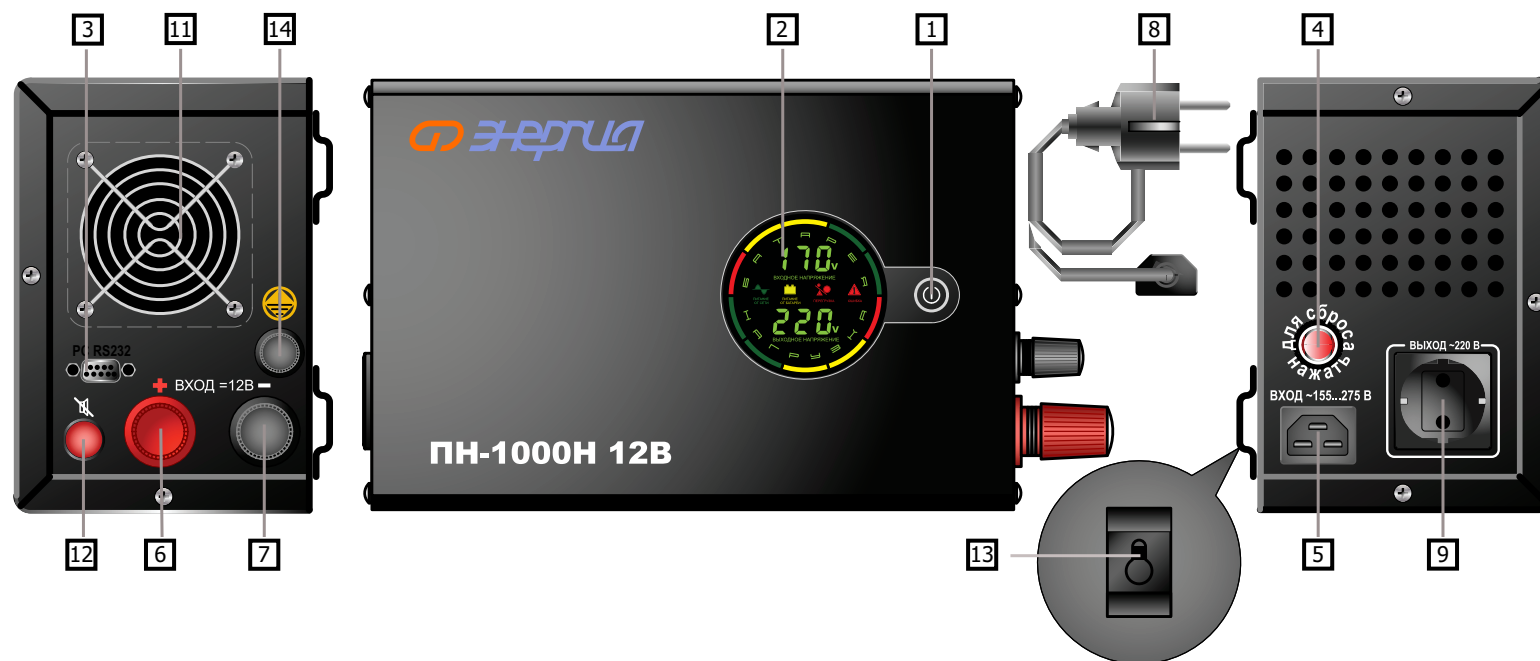
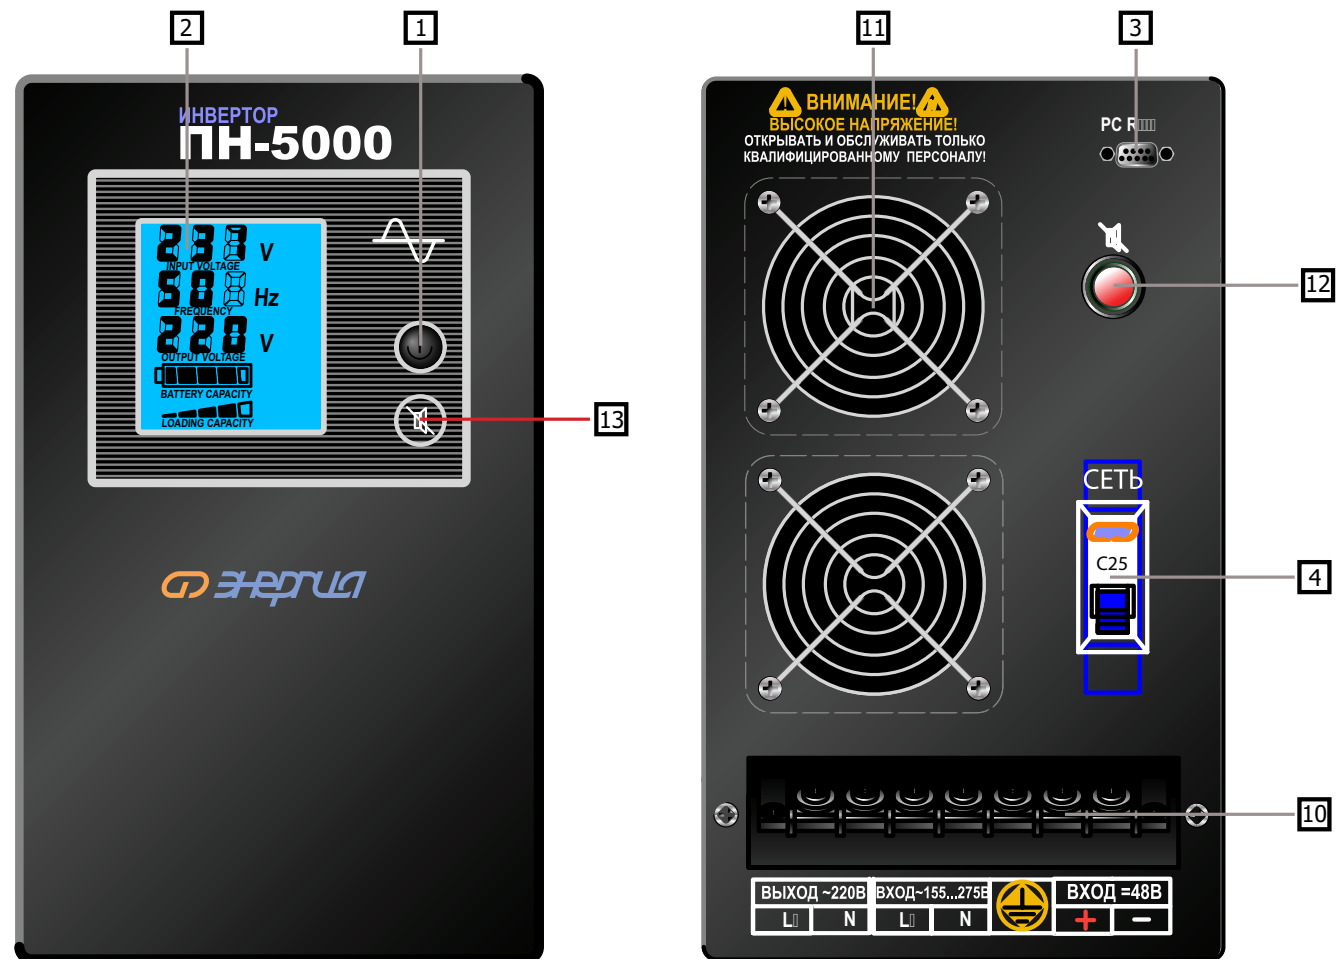

Рис. 1
Рис. 3
#### 4.1. Перечень составных частей изделия (рис. 1,2,3).
5.2.2. После размещения инвертора в месте установки следует подключить к резьбовой клемме на клеммной колодке поз.10 (рис.3) для моделей ПН-2000,3000, 5000 или клемме поз. 14 (рис. 1,2) для моделей ПН-2000, 3000, 5000 проводник заземляющего устройства, удовлетворяющий требованиям раздела 10: «Обеспечение требований безопасности».
Даже при отсутствии сети централизованного электроснабжения необходимо подключить внешний заземлитель в соответствии с разделом 10 к клемме поз. 14 (рис. 1, 2) или на колодке поз.10 (рис.3).
5.3.1. Расположение элементов подключения, управления и индикации для всех моделей показано на рис.1,2,3. Назначение индикации навесных моделей ПН (рис.1, поз.2):
Верхние 5 секций поз.2 (рис.1.): каждая секция обозначает 20% заряда от емкости батареи, при низком заряде батареи горит красная секция.
Нижние 5 секций поз.2 (рис.1.) : каждая секция обозначает 20% нагрузки инвертора, когда нагрузка находится в пределах от 100% до 110% загорается красная секция, также загорается знак "перегрузка", сопровождающийся звуковым сигналом. Индикация входного и выходного напряжений при питании от сети, в инверторном режиме на дисплее отображается только выходное напряжение.
5.4.1. При появлении нормального сетевого напряжения на входе инвертора устройство включается автоматически. Для принудительного включения удерживать кнопку включения «I» поз. 1 (рис. 1) в нажатом положении в течение 4-х секунд, четыре коротких звуковых сигнала в течение 2-х секунд означают завершение режима самотестирования и включение выходного стабилизированного напряжения, а также индикации параметров при наличии ЖК матричной информационной панели в некоторых модификациях.
5.4.2. В модификациях с матричной информационной панелью кнопка «I» поз. 1 (рис. 1) также используется для переключения внутри списка отображаемых на индикаторе параметров при кратковременном нажатии.
5.4.4. Для принудительного отключения выходного напряжения удерживать кнопку «I» поз. 1 (рис. 1) в течение 4-х секунд.
10.3.6. Во время работы инвертора его клемма защитного заземления поз. 14 (рис. 1) или клемма колодки поз. 10 (рис.3) должны быть постоянно подключены к заземлителю, любого из указанных в п. 10.3.2 типов.